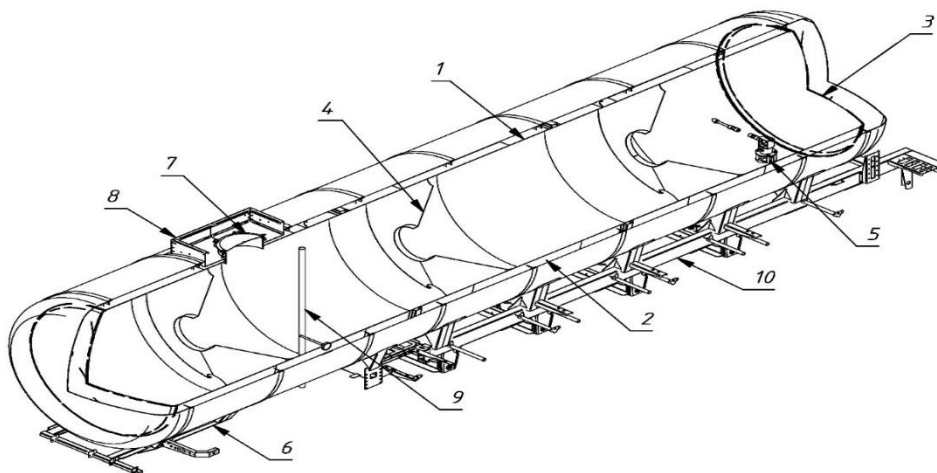
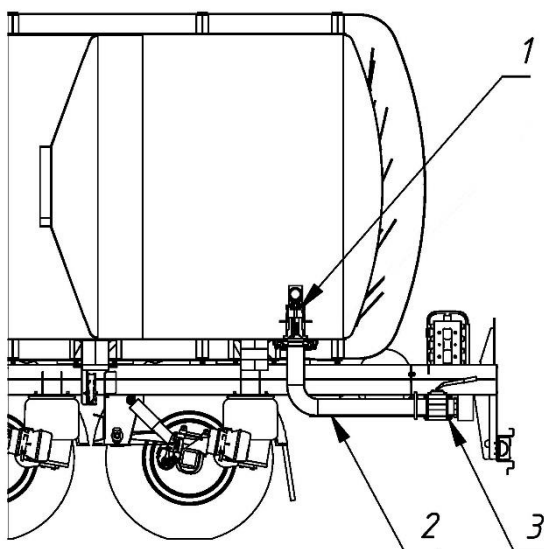

Рис. 2.6 – Цистерна полуприцепа
Рис. 2.8 – Трубопровод слива нефтепродукта
Цистерна полуприцепа показана на рис. 2.6 и представляет собой металлический сварной корпус (1), толщиной не менее 4 мм, имеет форму цилиндра постоянного или переменного сечения. Наружная часть цистерны обшита утеплителем, который сверху закрыт листами из оцинкованной стали толщиной 0,8 мм. Возможно исполнение цистерны без утепления и наружной обшивки. Корпус цистерны является несущей конструкцией, включающей в себя обечайки, радиусные торцевые стенки (3), волнорезы (4), которые служат для придания корпусу жесткости и уменьшения гидравлических ударов при изменении скорости полуприцепа. В нижней задней части цистерны вварен фланец (5) для подсоединения сливной арматуры и донного клапана (см. рис. 2.8).
Трубопровод слива нефтепродукта показан на рис. 2.8 и служит для слива нефтепродукта из цистерны. Трубопровод проложен от донного клапана (1) в задней части полуприцепа. На конце трубопровода приварен фланец, к которому с помощью болтового соединения установлен кран шаровый (3). Это позволяет легко демонтировать кран для технического обслуживания или замены. Кран шаровый имеет присоединительные штуцера-наконечники со съемными защитными крышками.
Донный клапан (1) (см. рис. 2.8) механический расположен внутри цистерны с ручным приводом. Рукоятка привода расположена с правой
В комплект поставки полуприцепа-цистерны (ППЦ) входит дыхательный клапан, который монтируется на крышке заливного люка (поз. 7, рис. 2.6). Дыхательный клапан предназначен для регулирования давления и вакуума в газовом пространстве емкости при наливке, сливе, транспортировании и температурных колебаниях, а также для герметизации цистерны. В зависимости от физико-химических свойств перевозимого продукта (см. раздел «Назначение» и Таблицу 2.1) дыхательный клапан применяется в двух исполнениях: